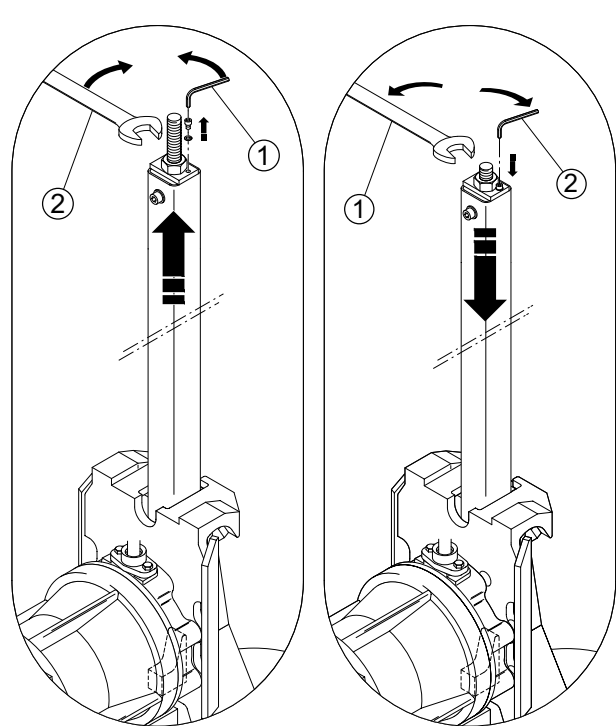

Fig. 4 Rilascio/bloccaggio del sistema di accoppiamento installazione indipendente (variante B)
- Ruotare la vite del supporto della guida tubolare verso sinistra (*vedi Fig. 4*), serrarla ad 80 Nm e assicurare con vite a testa cilindrica. Se la coppia di serraggio 80 Nm non dovesse essere raggiunta, l'apparecchio non sarà accoppiato correttamente!